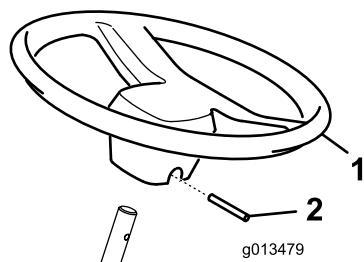

Figura 2
2. Faça deslizar o volante para a coluna de direcção (Figura 2).
3. Prenda o volante com o pino de segurança (Figura 2).